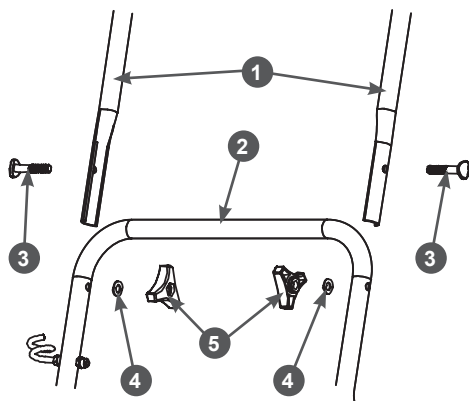

**Рис. 4. Установка нижней части рукоятки**
2. Установите нижнюю часть рабочей рукоятки. Совместите верхнее отверстие в нижней части рукоятки и кронштейне, вставьте в образовавшееся отверстие болт 2 с квадратным подголовком, установите шайбу и закрутите шестигранную гайку 3, не затягивая её (Рис. 4).
Рукоятка имеет два установочных положения, высокое и низкое. Совместите одно из отверстий (L или H) в кронштейне (нижнее отверстие «H» в кронштейне соответствует более высокому положению рабочей рукоятки, верхнее отверстие «L» соответствует более низкому положению рабочей рукоятки) и соответствующее отверстие в нижней части рукоятки и вставьте в образовавшееся отверстие болт 2 с квадратным подголовком, установите шайбу и закрутите барашковую гайку 4, не затягивая её (Рис. 4). Точно также установите другую сторону нижней части рабочей рукоятки.